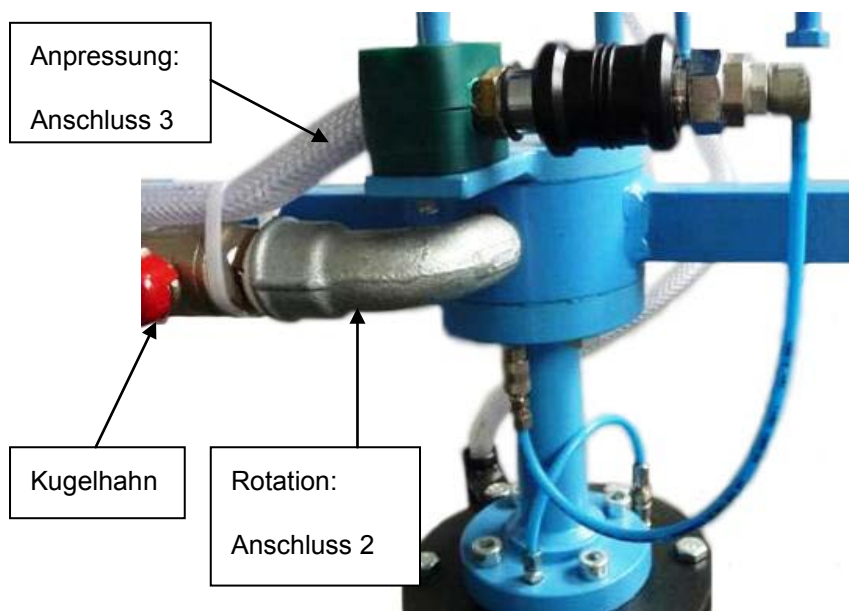

Bild 7 - Luft- Anschlüsse: Rotation und Anpressung
1. Kugelhahn für Rotation des Honkopfes betätigen (Bild 7)
2. gleichzeitig Schieber für Anpressung und Hub SENKEN (D) betätigen
3. bei Erreichen des unteren Wendepunktes Hub HEBEN (U) betätigen